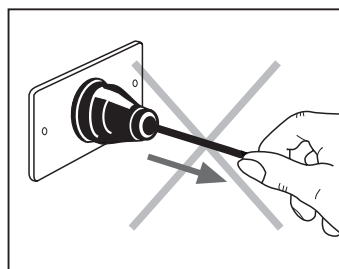

Fig. 2
- Ne tirez pas sur le cordon d'alimentation ou sur l'appareil pour retirer la fiche de la prise de courant (**Fig. 2**).